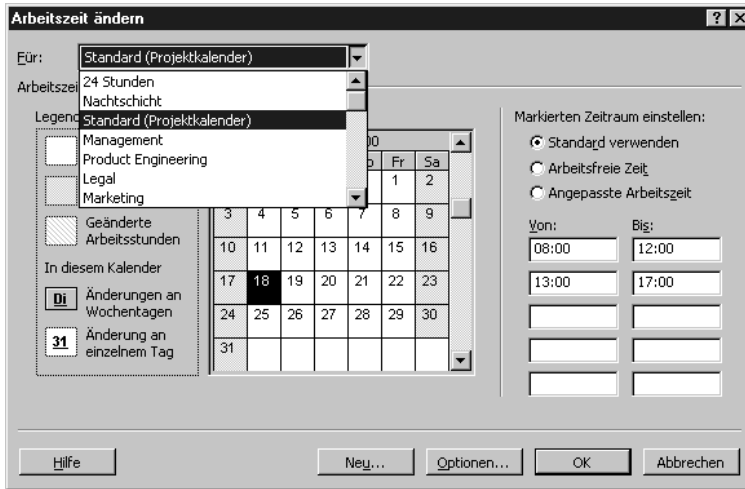

Abbildung 5.2:
3. Verwenden Sie im Feld KALENDER die Listenpfeile, um die bereits definierten Basiskalender anzuzeigen. Wenn Sie schon Ressourcen definiert haben, werden deren Kalender ebenfalls aufgeführt. In Abbildung 5.2 sind die in Project enthaltenen Basiskalender angezeigt.